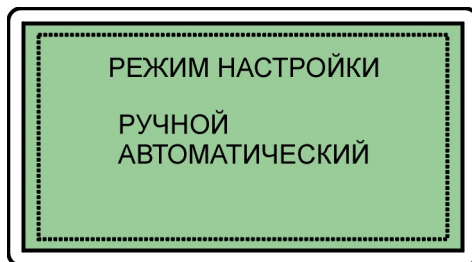

Рис. 6.3 Выбор режима настройки дефектоскопа
6.1.3.1 Для выбора ручного или автоматического режима настройки (рис. 6.3) кнопками "↑", "↓" установить курсор на соответствующую строку и нажать кнопку "←" ВВОД.